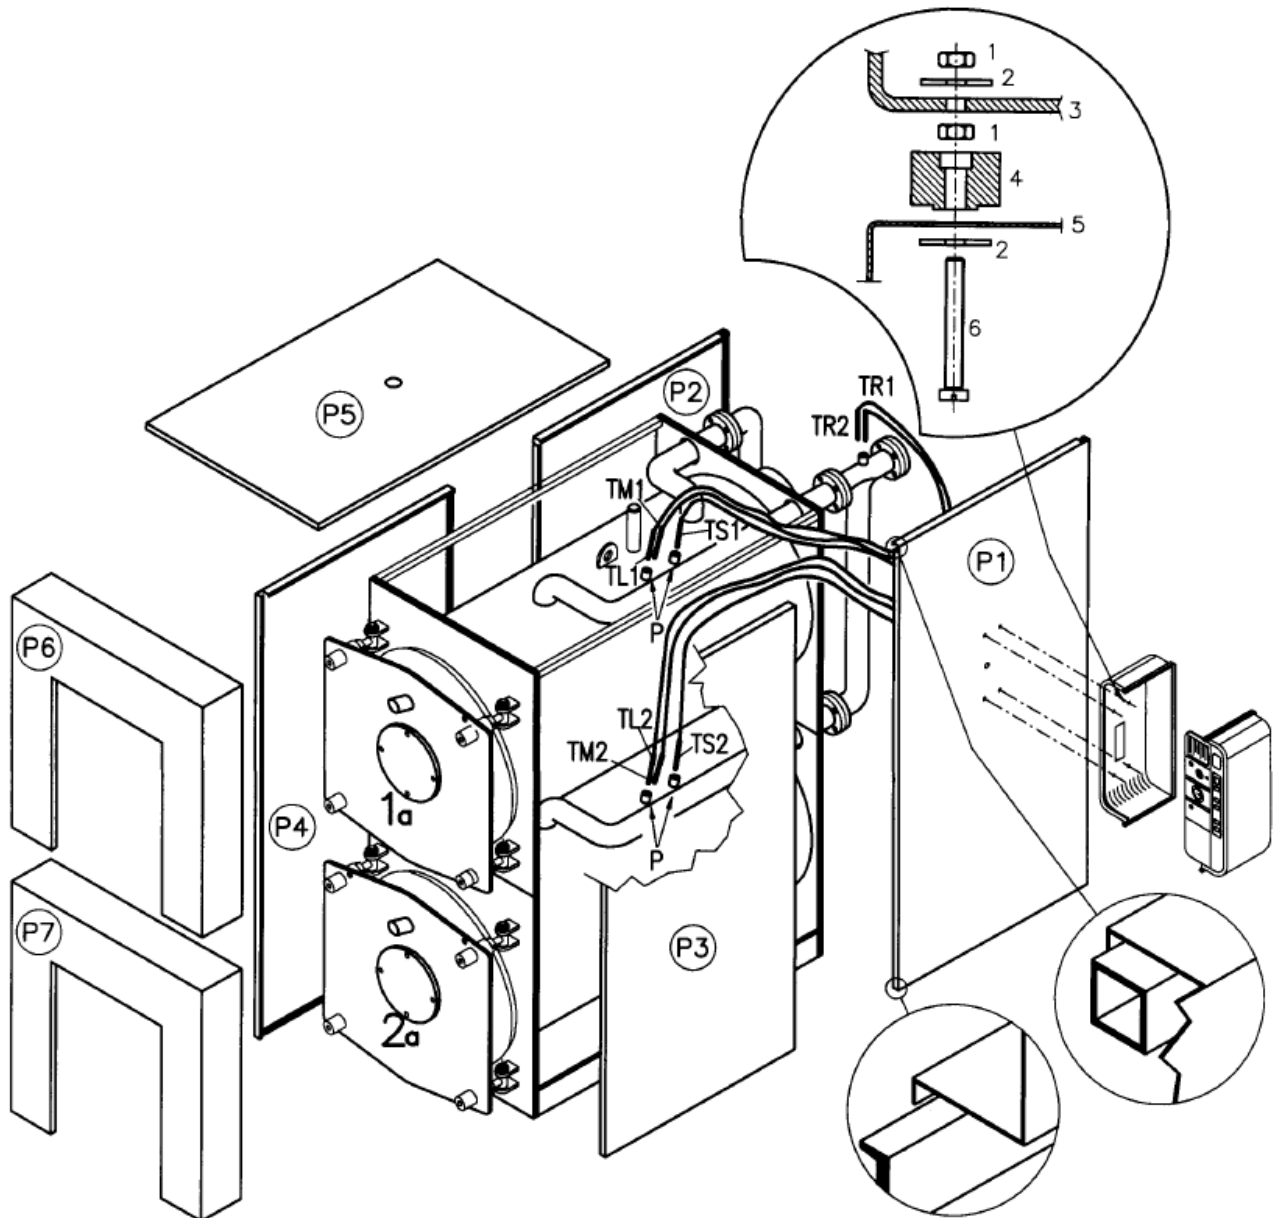

Рис. 11
4.5. ОБШИВКА КОТЛОВ DUO PREX (рис. 11)
- а) Обмотайте минеральную вату вокруг корпуса котла, оставив открытыми гнезда для колб (P), расположенные с правой стороны.